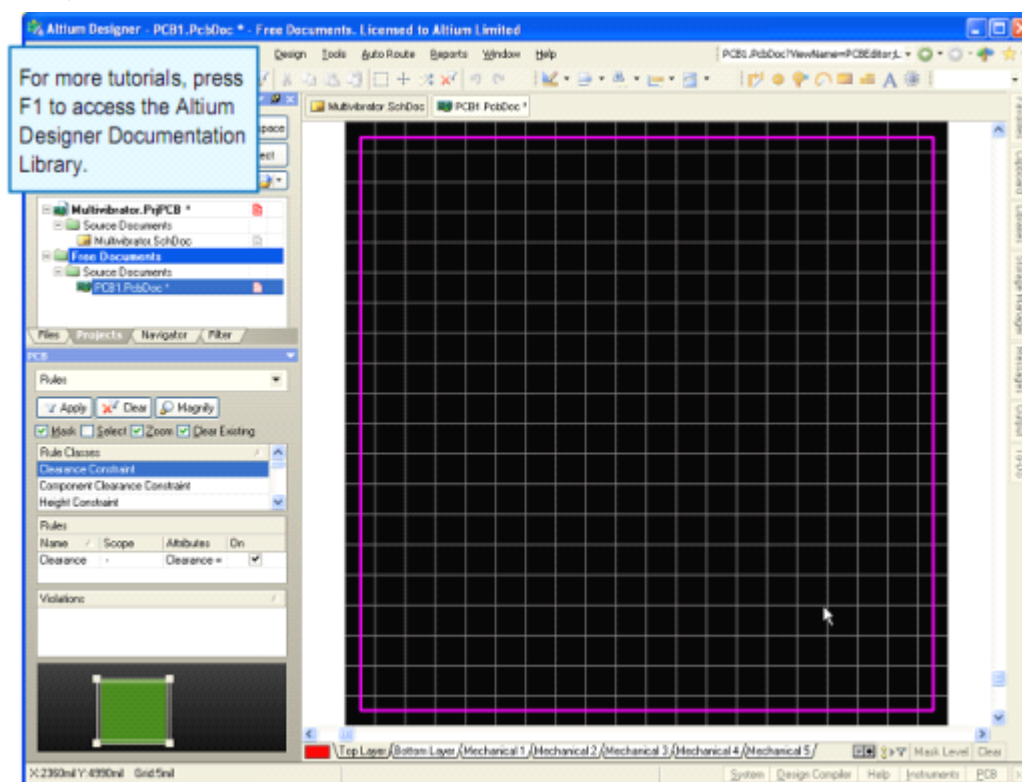

图6-13 PCB 文件
11. PCB 文件显示出一个预设大小的白色图纸和一个空板（黑色为底，带栅格），如图6-13所示。如果需要关闭，选择 **Design>>Board Options**，并在板设置对话框中取消选择 **Display Sheet**。用户可以用 Altium Designer 的其它 PCB 模板来添加边界，栅格参考和标题。如需了解更多有关 board shapes, sheets 和 templates, 请翻阅参阅 **Preparing the Board for Design Transfer** 手册。